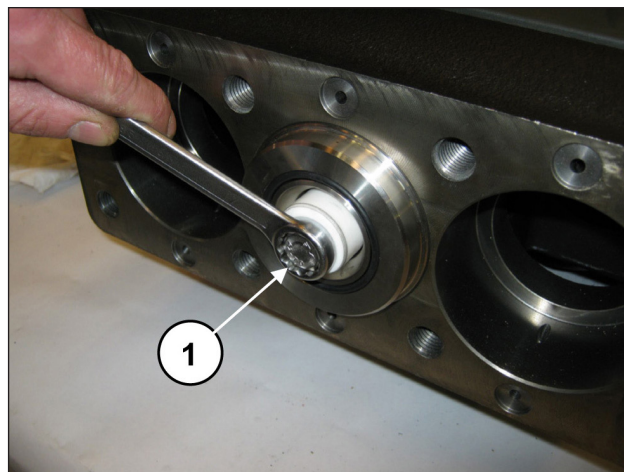

Рис. 172
Демонтируйте поршни, открутив крепежные винты (поз. ①, Рис. 172).